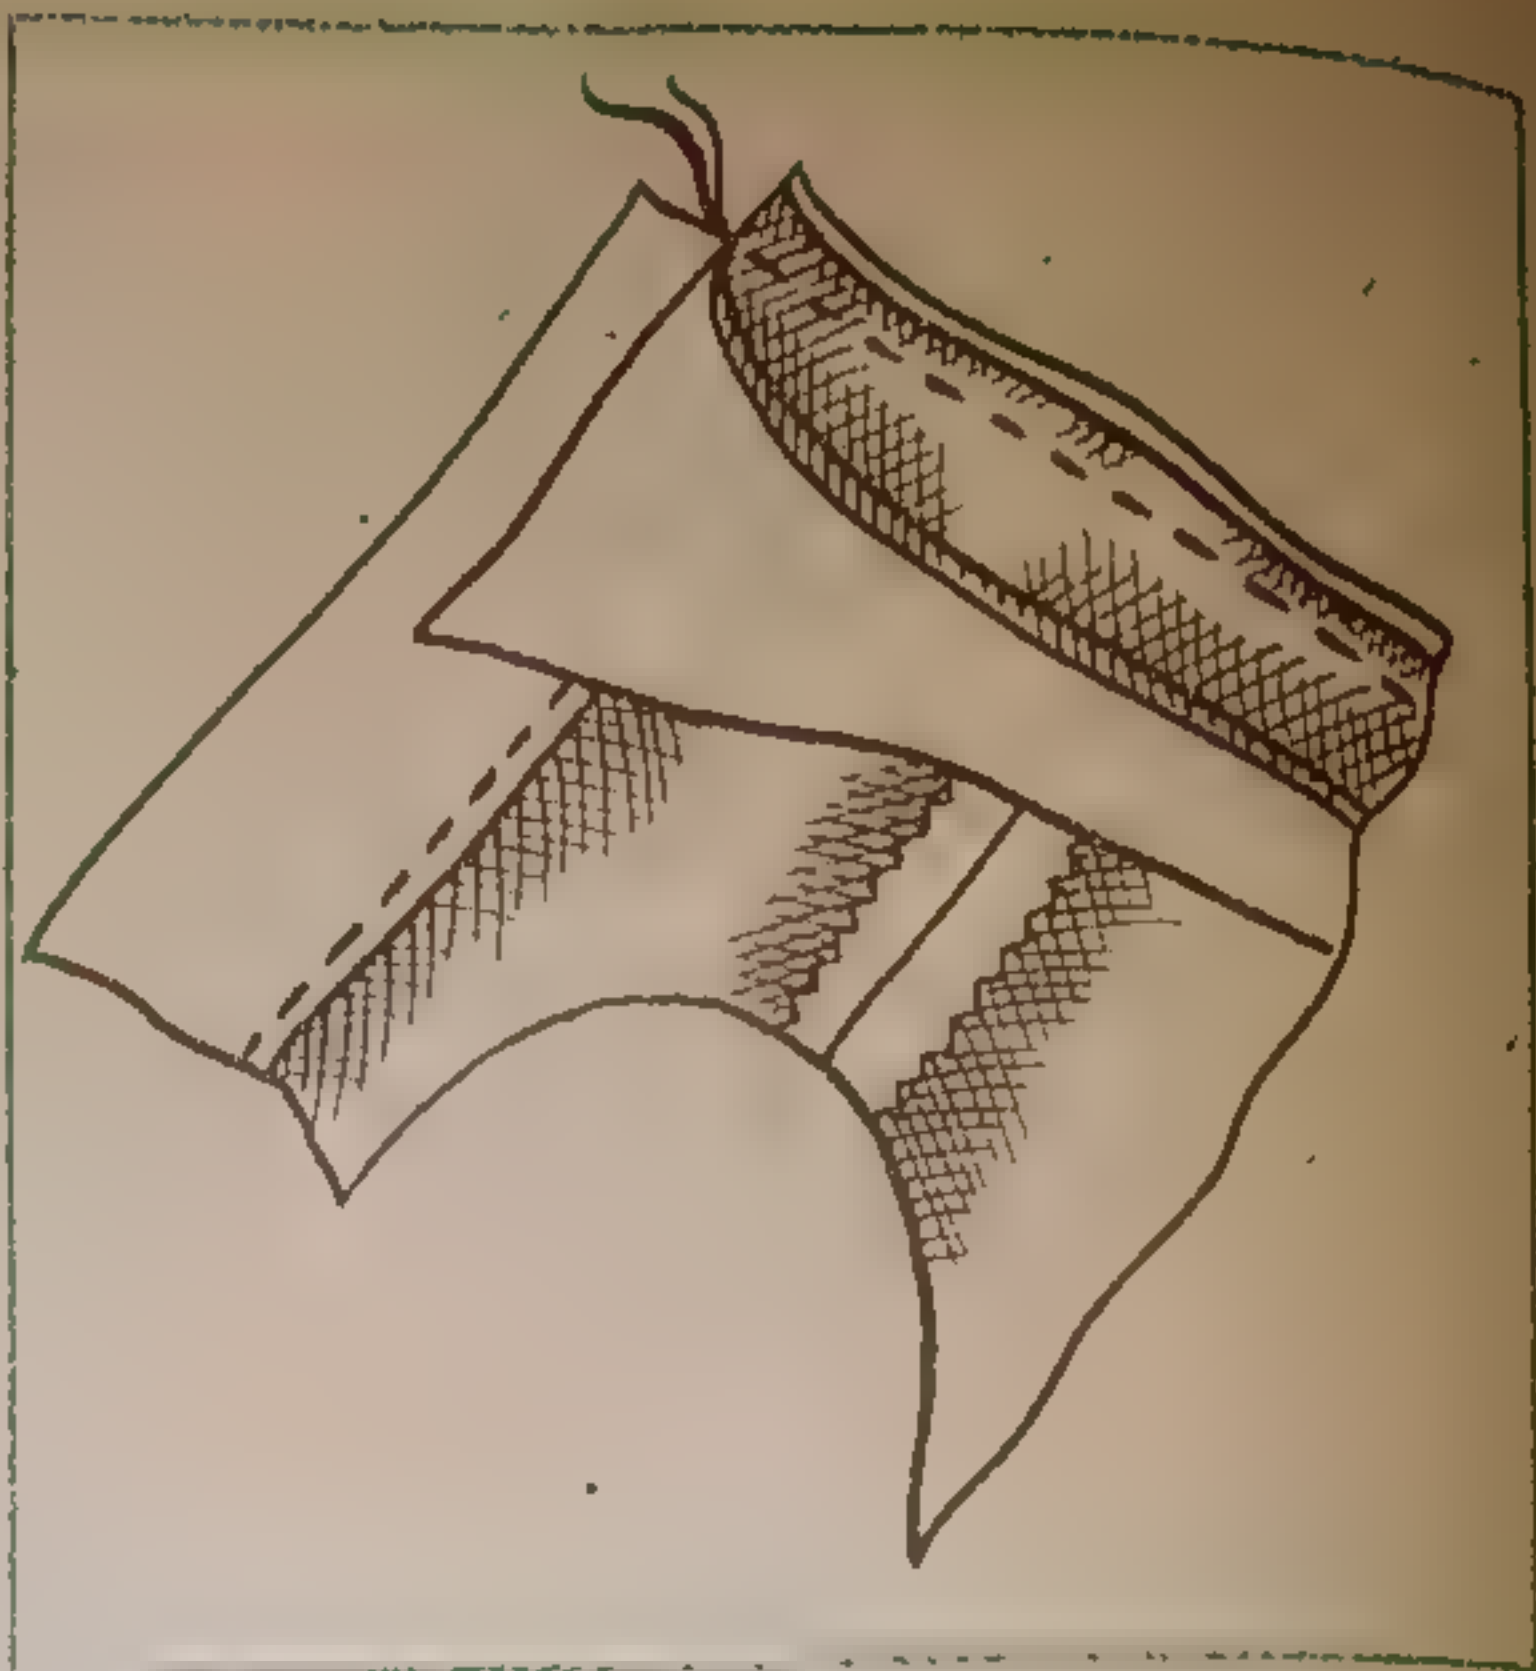

Рис. 65.
• Верхний воротник лицевой стороной накладывают на изнаночную сторону изделия, совмещая середину воротника и середину спинки, а также концы втачивания воротника и середину переда (рис. 65).